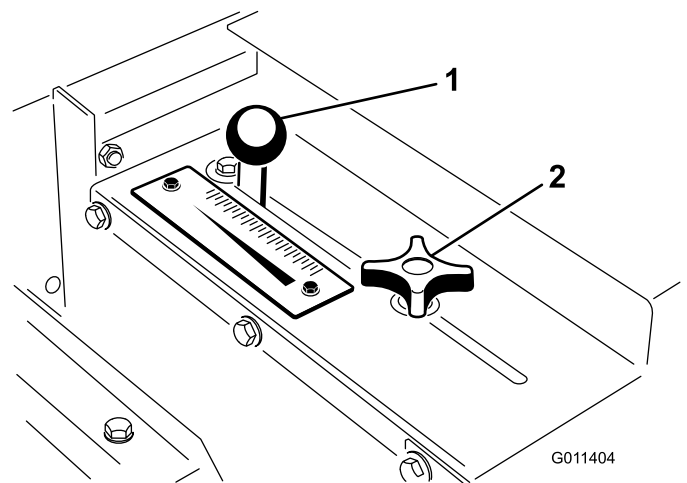

Figura 19
1. Desaperte o manípulo de bloqueio (Figura 19) o suficiente para permitir que este deslize livremente na ranhura.
2. Coloque o manípulo da porta (Figura 19) para a posição desejada e aperte o manípulo de bloqueio para fixar o ajuste.
Utilize a escala de proporção (Figura 19) para determinar a proporção de fluxo desejada. Refere-se à taxa de aplicação de areia